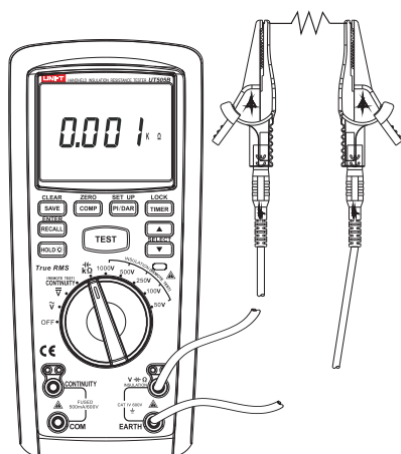

Figura 7
4.1. Medição da resistência (ver figura 7)